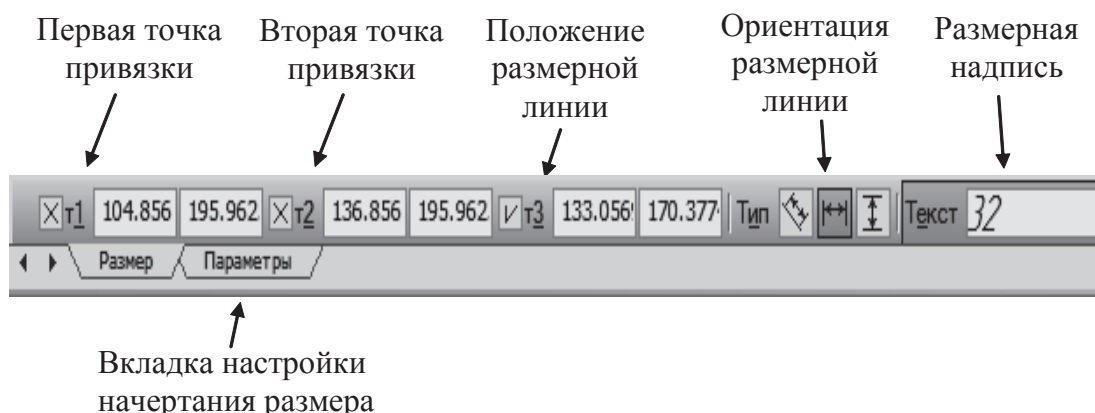

Рис. 31
- 3) настройка начертания размера с помощью вкладок *Панели свойств* (рис. 31);
дить характерные точки размера, управлять его ориентацией и содержимым размерной надписи (рис. 31).
Итоговый вариант вычерченной пластины представлен на рис. 31.